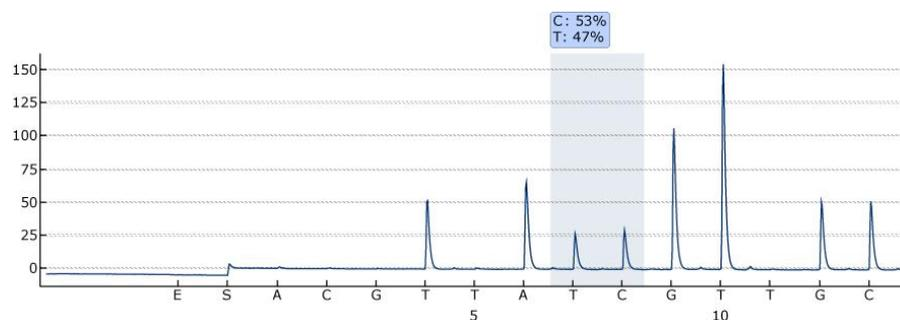

Figura 11. Pirogramma del processo 3.
49. **Aprire il processo nel software PyroMark Q24 MDx e analizzare tutti i pozzetti. Il pattern dei picchi deve essere come quello riportato nella Figura 11.**